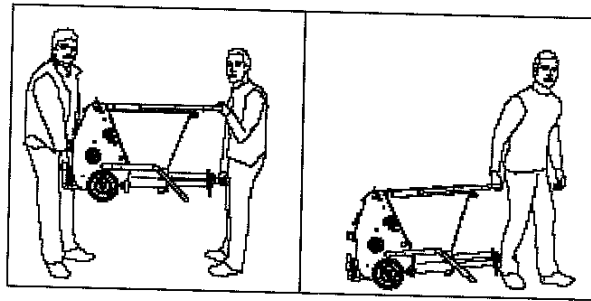

Рис. 3.
8. ТРАНСПОРТИРОВКА СТАНЦИИ (см. рис. 3 и 4)